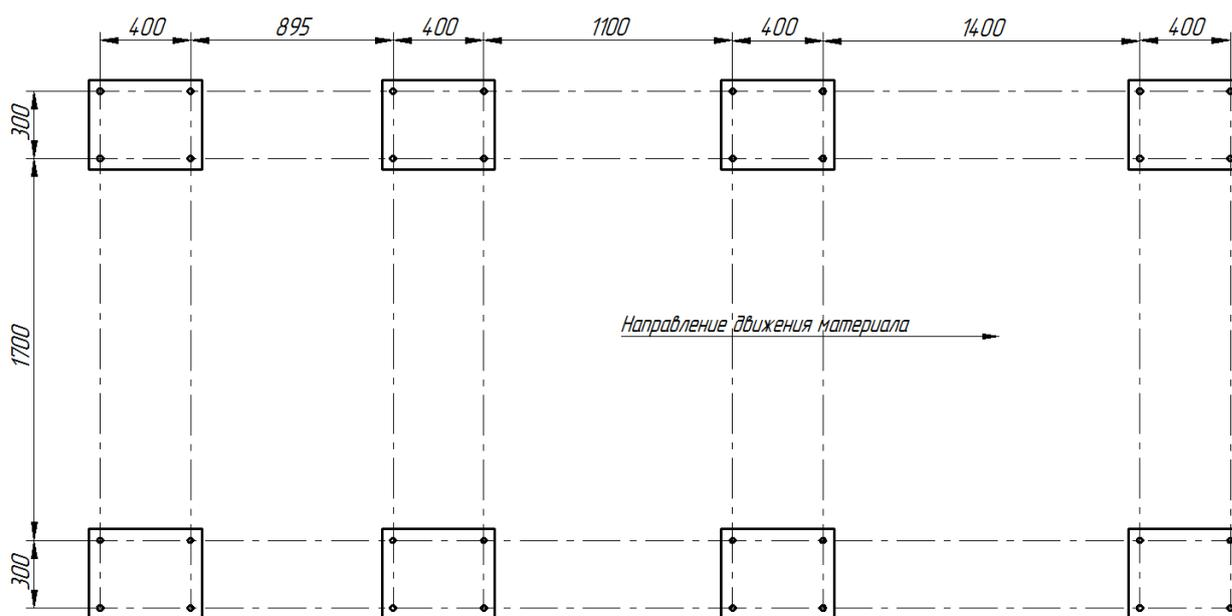

Рис. 3. Схема крепления питателя.
6.1 Для установки питателя должна быть подготовлена ровная площадка. Для удобства уборки рекомендуется площадку забетонировать или заасфальтировать. При установке питателя необходимо закрепить его фундаментными болтами, которые вставляются в отверстия в опорных платиках (см. рис.3).